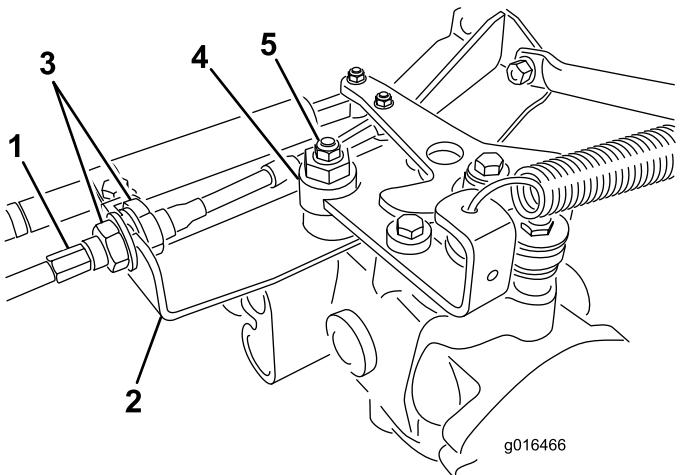

Figure 47
- A. Desserrez les deux écrous de blocage qui fixent le câble de commande de déplacement à la tôle de traversée sur l'hydrostat (Figure 47). Desserrez les écrous de blocage uniformément et suffisamment pour permettre le réglage.
Remarque: Desserrez l'écrou de fixation de l'excentrique en haut de l'hydrostat (Figure 47).
- E. Lorsque la route arrête de tourner, serrez l'écrou pour bloquer l'excentrique et le réglage (Figure 47).
- G. De chaque côté de la tôle de traversée, serrez les contre-écrous uniformément pour fixer le câble de commande de déplacement à la tôle (Figure 47). Ne tordez pas le câble.